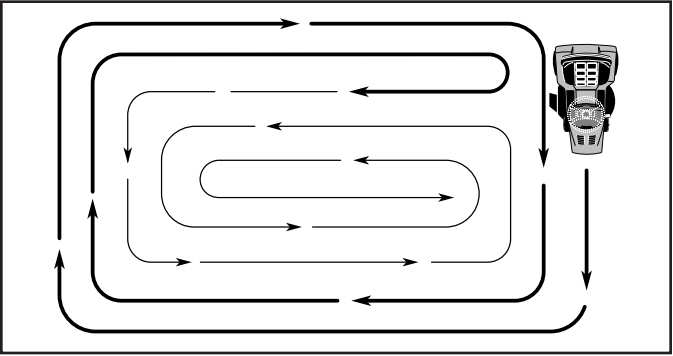

FIG. 13
- Pour tondre une grande surface, on vous conseille de commencer par tourner à droite, de façon à ce que l'herbe ne soit pas déversée sur les arbustes, les clôtures, les allées, etc. Après un ou deux tours, tondez en sens inverse en tournant à gauche jusqu'à ce que le travail soit achevé (Voir la Fig. 13).